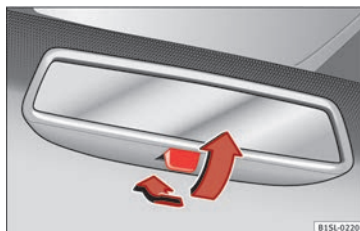

Fig. 146 Bakspejl med manuel afblænding
- For at afblænde spejlet skal du trække armen bagud »» Fig. 146.